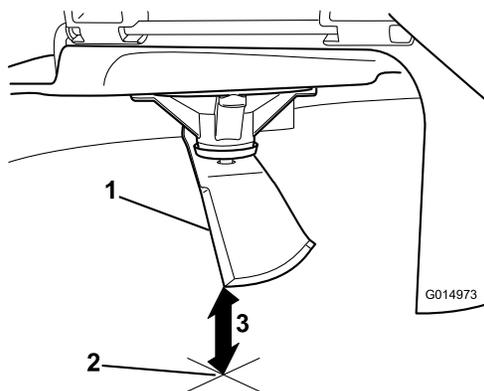

Рисунок 60
3. Измерьте расстояние от конца ножа до плоской поверхности (Рисунок 60).